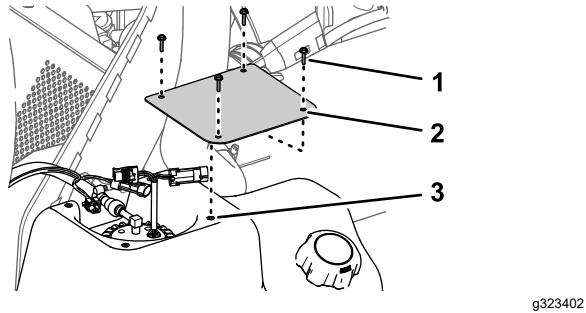

Figure 79
2. Sur le réservoir de carburant, retirez les 4 vis (n° 10 x ¾ po) qui fixent le couvercle au sommet du réservoir et déposez le couvercle (Figure 79).